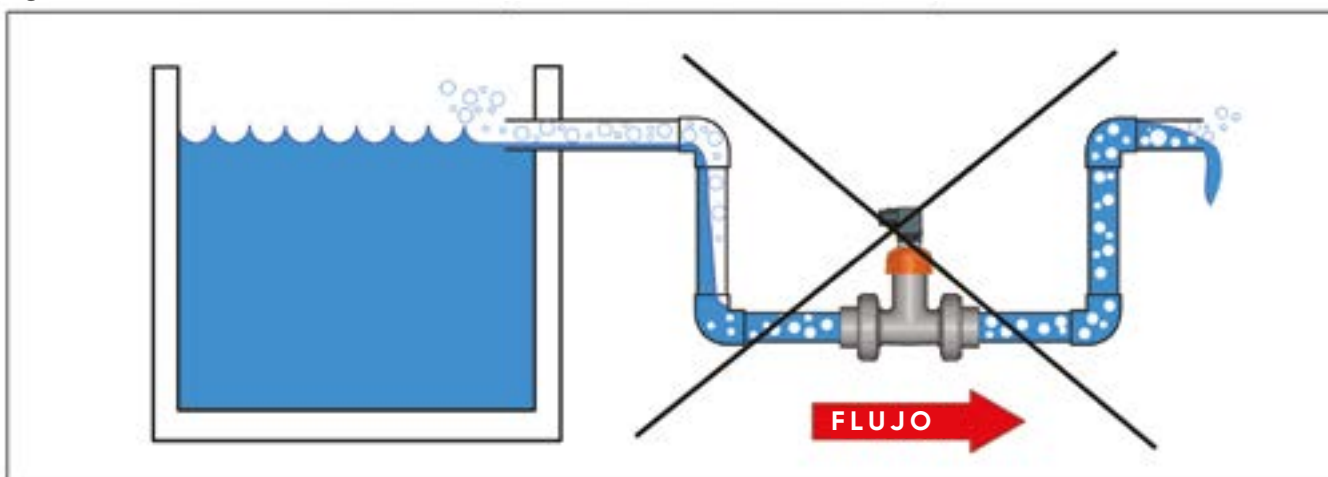

Fig. 4
- En sistemas por gravedad, la conexión al tanque debe diseñarse de manera que el nivel no baje de la toma, para evitar que el tubo succione aire del tanque, afectando la calidad de las mediciones proporcionadas por el sensor (**Fig. 4**).